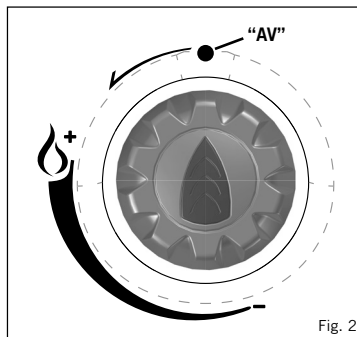

Fig. 2
- Før du kobler til gassilførselen, bør du først sjekke at apparatets ventil er i av-posisjon ved å vri kontrollknappen med urviserne til den stopper (Se Fig. 2).